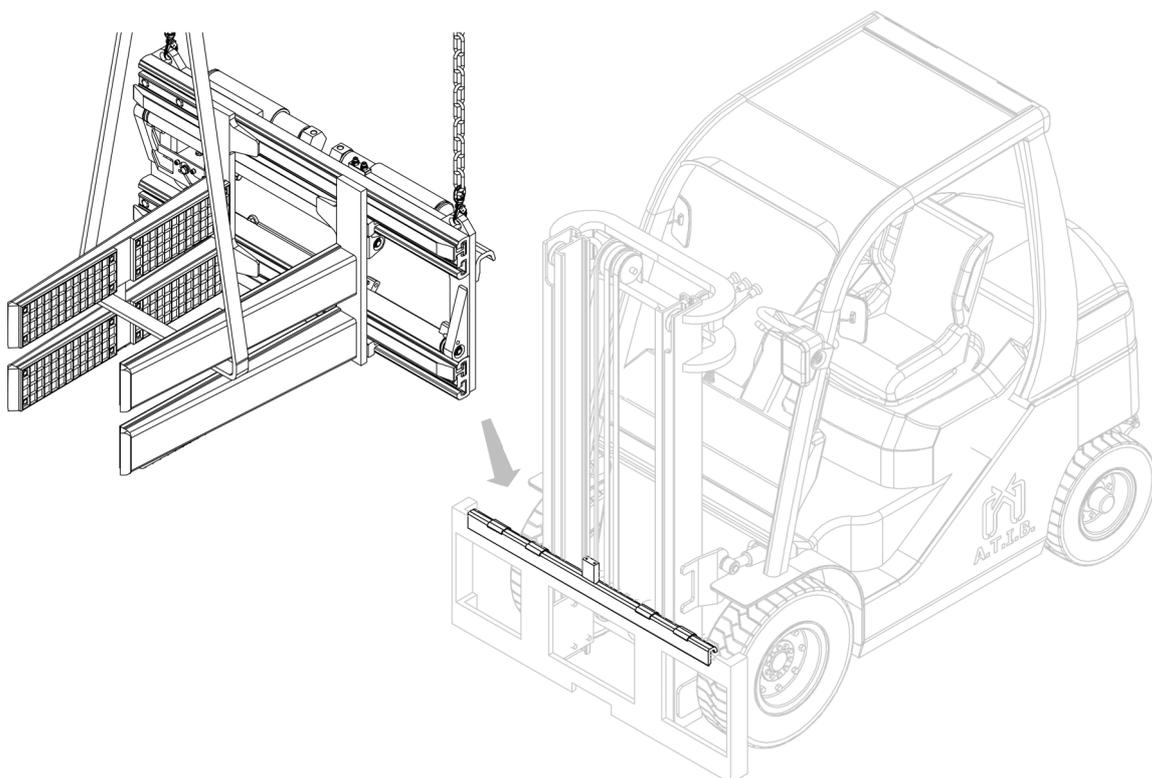

Figure 7
7. Accrocher ensuite l'équipement avec un pont roulant ou un palan d'une portée suffisante pour le positionner sur le double crochet, en prenant soin de le positionner correctement (voir Figure 7).